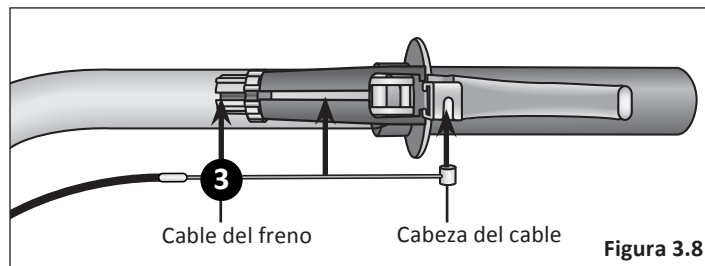

Figura 3.8
- 3 Deslice el cable del freno a través de las ranuras y coloque la cabeza del cable en la maneta de freno. **Figura 3.8**